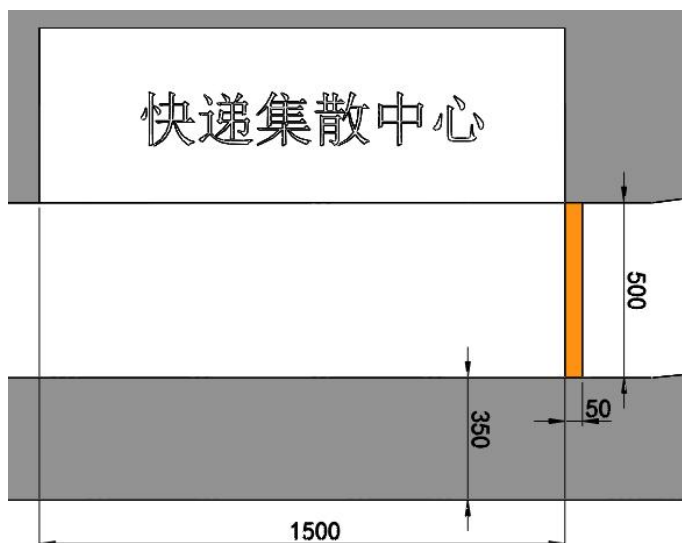

图 10 终点示意图（单位：mm）
4. 终点示意图：如图 10 所示，快递集散中心一侧的赛道上设有橙色色带，尺寸为 $500\text{mm} \times 50\text{mm}$ 。